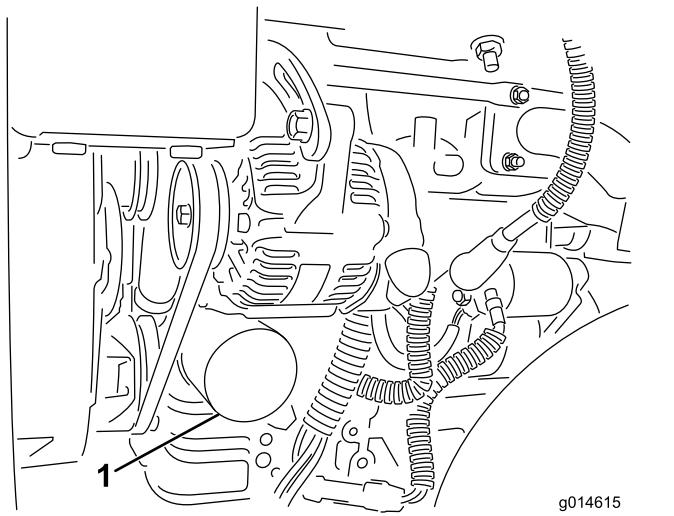

图41
2. 拆下机油滤芯 图41。在新的滤芯垫片上涂上薄薄一层干净油。